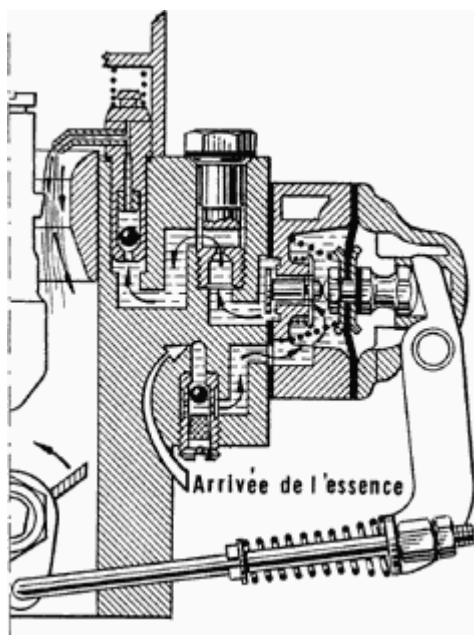

Fig. 21 Pompe type 3 (enrichisseur)
- ou bien la pompe comporte un dispositif enrichisseur de pleine charge, et le chiffre caractéristique est suivi du chiffre 3 (53, 73, 83, 93) (fig. 21).